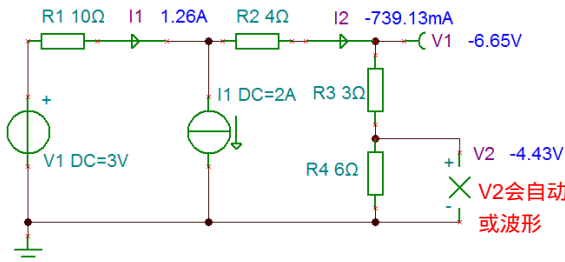

图 64 显示指定的节点电压与支路电流
① 电路的直流分析结果：执行【分析|直流分析|计算节点电压】菜单命令，电路显示如图 64 所示的节点电压与支路电流。